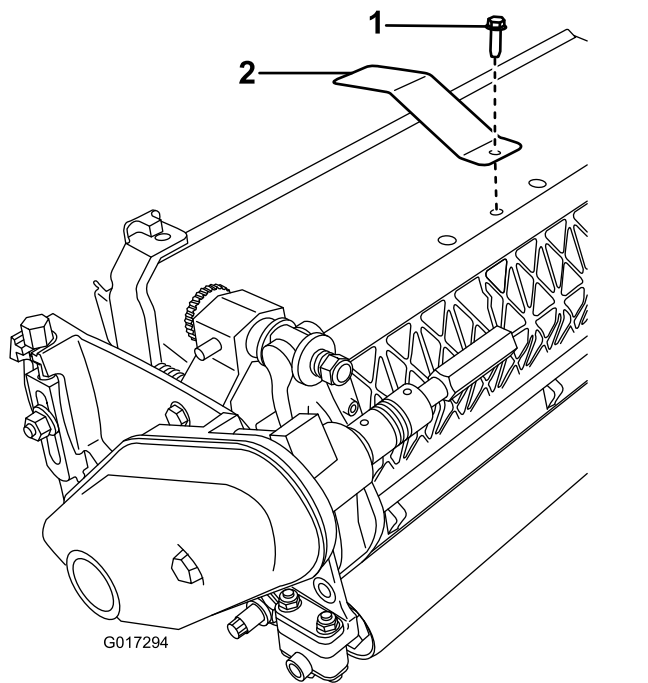

Figura 3
2. Retire el perno central del deflector de hierba (Figura 3).
3. Instale la placa objetivo en la parte superior de la unidad de corte con el perno que retiró anteriormente (Figura 3).